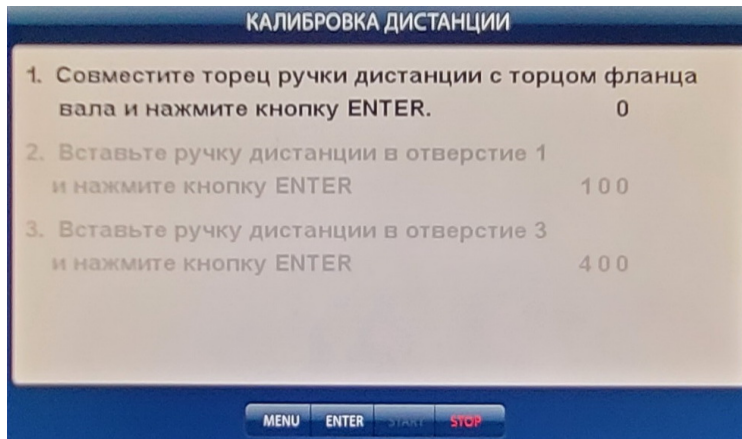
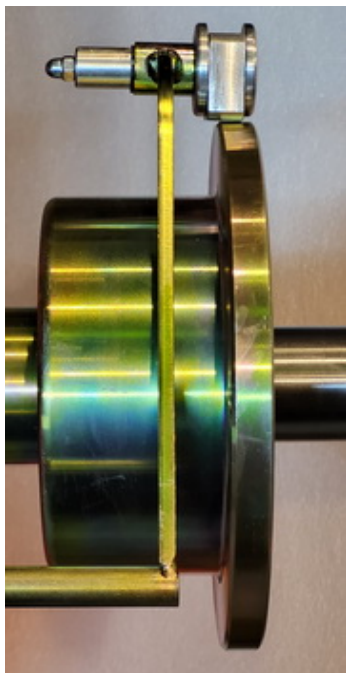

Рис. 21.1.
Рис. 21.2.
21.1. Выберите раздел «Калибровка» на второй странице «MENU». Выберите пункт 2 «Калибровка дистанции», откроется окно (рис. 21.1). Выдвиньте штангу ввода параметров, совместите торец наконечника рукоятки с торцом фланца вала (рис. 21.2) и нажмите кнопку «ENTER». В окне КАЛИБРОВКА ДИСТАНЦИИ выделится второй пункт.
Примечание 1: Если вы хотите откалибровать только дистанцию и не переходить к калибровке диаметра, то после выполнения пункта 1 (рис. 21.1) нажмите кнопку «START». Появится надпись «параметры записаны», а на экране появится изображение основного рабочего экрана.